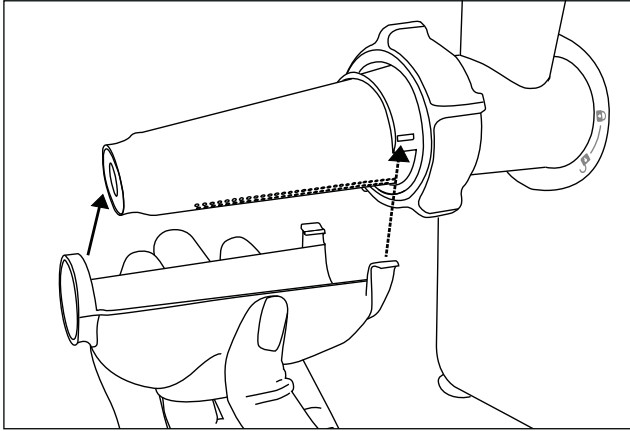

Fig. 2
- 8) Maintenant, fixez le bac collecteur **8** contre le tamis **10** (voir fig. 2). Pour ce faire, enfitez l'anneau sur la pointe du tamis **10** et accrochez les fermetures **7** des deux côtés sur l'extrémité large. Le trou dans le bac collecteur **8** pointe vers le bas.